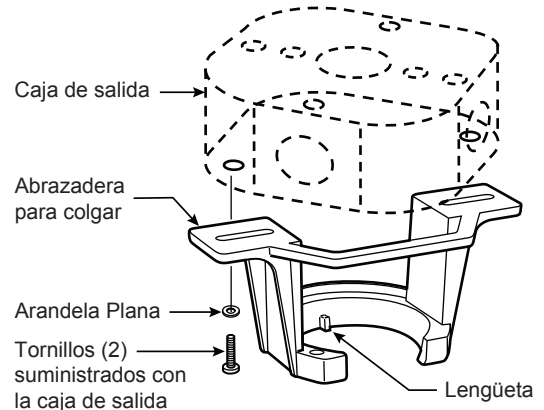

Figura 3
Uso del soporte (Figura 3)
3. Afloje los dos tornillos de fijación del soporte del barral de soporte para techo a través de la varilla. Introduzca los cables de color negro, blanco y azul a través de la varilla. (Figura 3)
1. Fije bien la abrazadera para colgar a la caja de salida (no se incluye) con los tornillos y las arandelas provistas con la caja de salida. (Figura 3)
2. Deslice el receptor en el soporte de suspensión antes de realizar el cableado como se muestra en la figura 3.
- 3.** Para que el ventilador sea funcional, instale las pila (incluidas) de 23A/12V en el transmisor del mando a distancia. Mientras el ventilador esté apagado. A continuación, siga el proceso de fijación remota de código. Si no se utiliza el ventilador durante un largo periodo de tiempo, extraiga la batería para evitar cualquier daño al transmisor. Almacene el mando a distancia en un lugar alejado del calor o la humedad excesiva. (Figura 3)